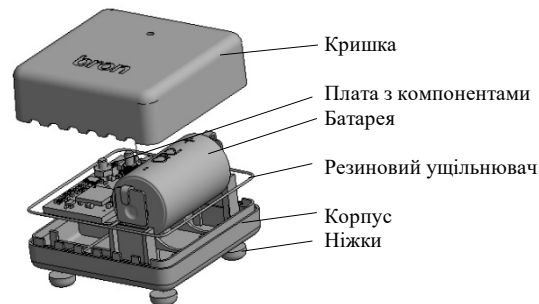
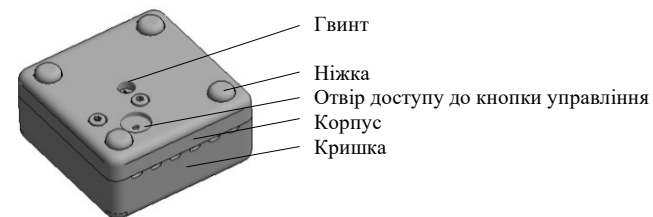

Рисунок 1.2 – Вигляд внутрішньої конструкції (кришка знята)
Рисунок 1.3 – Вигляд датчика знизу
4.1 Загальний вигляд датчика наданий на рисунку 1.1). Конструкція корпусу не передбачає кріплення на поверхні. В середині корпусу розміщені друкована плата з електронними компонентами та батарея (див. рисунок 1.2). З нижньої сторони корпусу розміщені кнопка управління (включення/виключення) датчика та гвинт кріплення кришки до корпусу (див. рисунок 1.3).
9.4 Своєчасно перевіряйте з планшета залишкову ємність батареї та за необхідністю замініть на нову. Для заміни батареї від'єднайте датчик від монтажної пластини кріплення. Замініть батарею (див. рисунок 1.3) на нову, типу CR2, дотримуючись полярності.